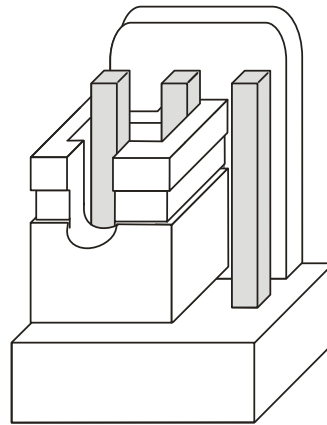

Abb. 22. Setzen der Steckbrücke auf die Pins des Portes RS-232 TTL.
2. Die Steckbrücke auf die Pins RS-232 TTL auf der Elektronikplatine des Moduls gemäß der Abbildung 22 setzen.